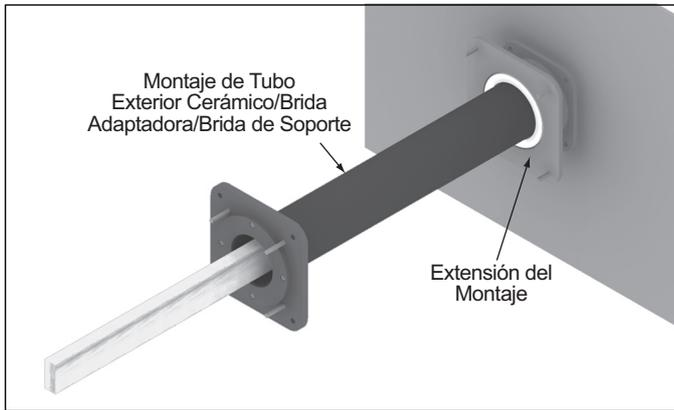

Figura 3.12
4. Deslizar el tubo exterior cerámico/brida adaptadora/brida de soporte a través de la extensión de montaje (ítem 10) en el horno. Se debe tener especial cuidado durante este paso para evitar que se dañe tubo cerámico. Puede ser útil para levantar el conjunto con una grúa o mediante la manipulación de la brida adaptadora. En muchos casos será necesaria una viga voladiza para mantener el tubo horizontal mientras se introduce en el horno. Si este es el caso, Eclipse recomienda el uso de un trozo de madera largo tal como se muestra en la Figura 3.12.